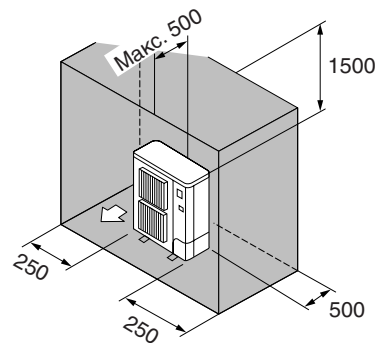

Fig. 3-10
- ⑥ Окружающие предметы - только сзади, с боковых сторон и сверху (Fig. 3-10)